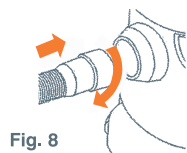

Fig. 8
Inserte la manguera (9) en el conector (8) y atornille hasta que se fije firmemente (Fig.8).